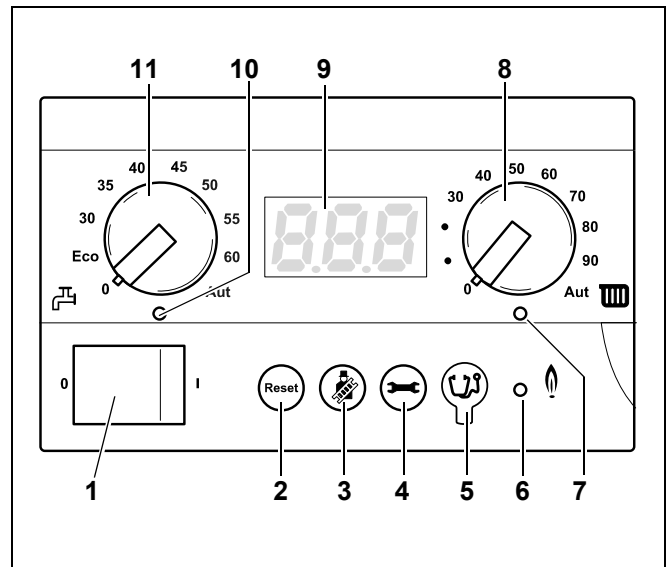

Рис.7 Главный регулятор BC10
- Включить пусковой выключатель (рис. 7, поз. 1) на ВС10 (положение "1").
- Нажать кнопку "Индикация состояния" (рис. 7, поз. 4), пока на дисплее не появится показатель давления в системе ("P1.Б") (рис. 7, поз. 9). См. также 5.1.1, "Меню Режим нормальной работы", стр. 16.